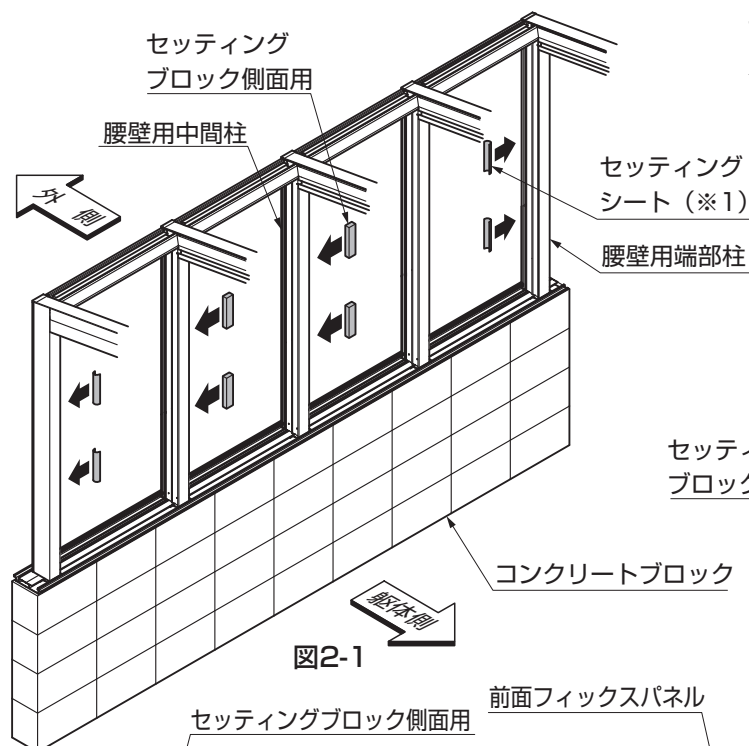

図2-1
①セッティングブロック側面用を、腰壁用中間柱の片側に取付けてください。(図2-1参照)